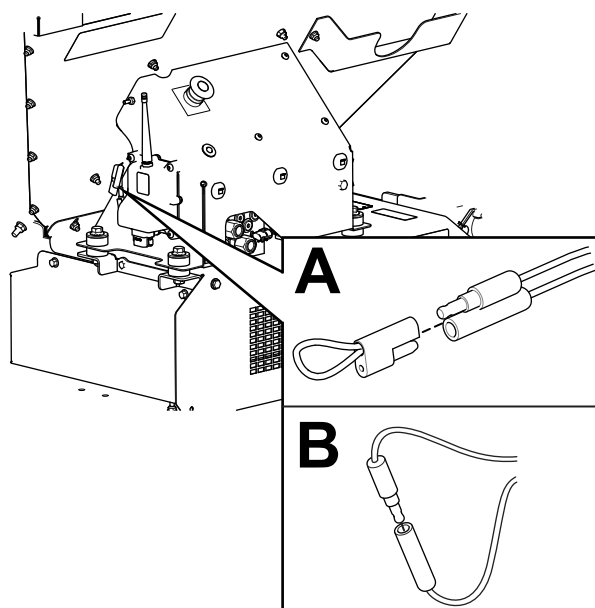

Figura 64
2. Retire a tampa dos dois conectores de diagnóstico do shunt (Figura 64, A).
3. Ligue os conectores de diagnóstico do shunt em conjunto (Figura 64, B).
- Desligue os conectores de diagnóstico do shunt (Figura 64, B).
- Empurre a tampa dentada para os 2 conectores de diagnóstico do shunt (Figura 64, A).